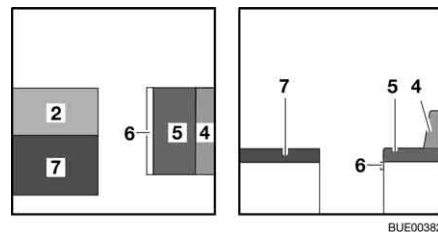

Fig. 103 Pendant la transformation
- Placer le coussin d'assise (Fig. 103,2) sur la table.
- Mettre le coussin supplémentaire (Fig. 103,7).